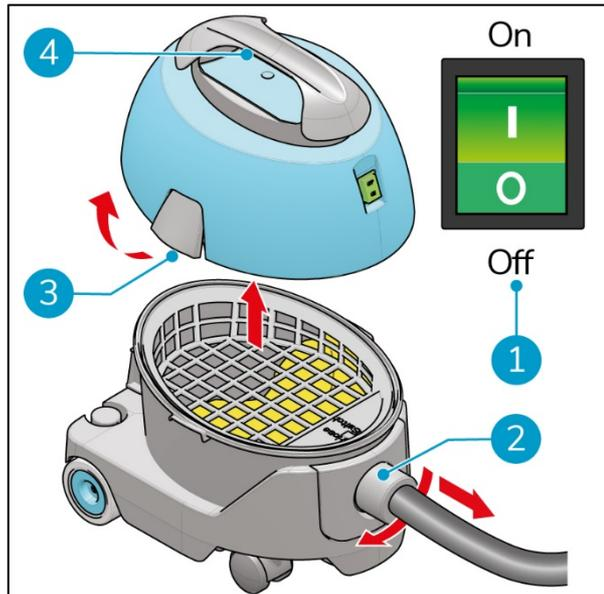

Abbildung 8
1. Schalten Sie den i-vac 5 mit dem ON/OFF-Schalter aus (Abbildung 8, Pos. 1).
2. Ziehen Sie den Schlauch ab (Abbildung 8, Pos. 2).
3. Öffnen Sie die Riegel (Abbildung 8, Pos. 3).
4. Heben Sie den Deckel am Griff ab (Abbildung 8, Pos. 4).